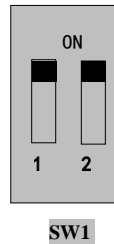

图 5-6
- (5) 对于 E600 系列 7.5W 及其以上功率变频器控制端子排附近有一个两位红色拨码开关 SW1，如图 5-6 所示。拨码开关的作用是选择模拟量输入端子 AI2 的电压信号(0~5V/0~10V)或电流信